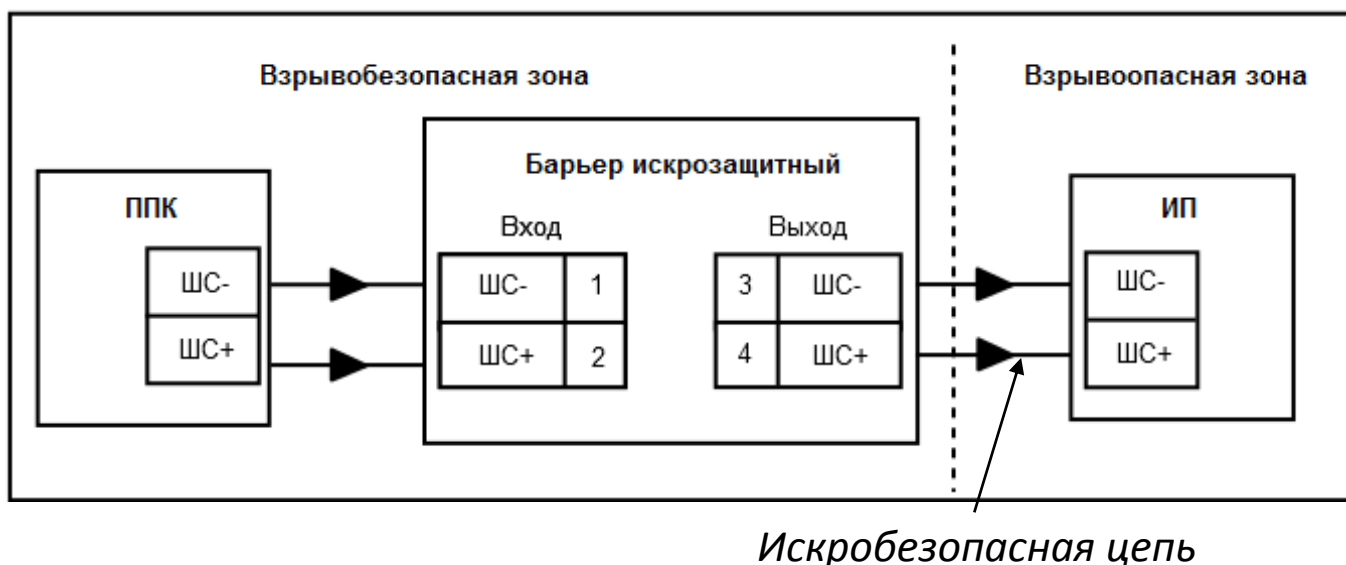

Рисунок 2 – Схема подключения искробарьера
- Произвести подключение проводов в соответствии со схемой подключения рис. 2.